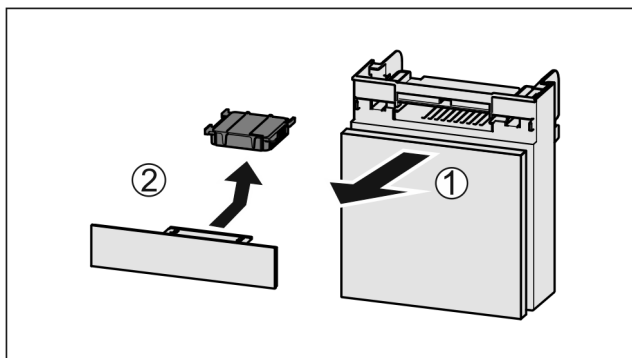

Fig. 193
- Fach nach vorne herausziehen Fig. 193 (1).
- Aktivkohlefilter entnehmen Fig. 193 (2).